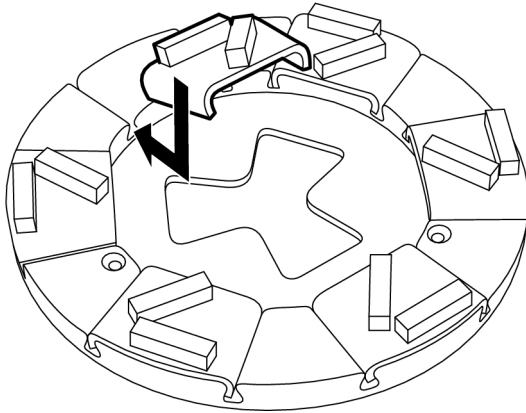

Bild 4-13. Montering av slipverktyg
1. För slipverktyget snett uppifrån ner i avsett styrspar på verktygshållaren, se Bild 4-13, sidan 25. Skjut därefter in verktyget helt i styrspar.
2. För ner det nya slipverktyget snett uppifrån ner i avsett styrspår på verktygshållaren, se Bild 4-13, sidan 25. Skjut därefter in verktyget helt i styrspåret.
3. Montera avsett verktyg på maskinen, se Bild 4-13, sidan 25.